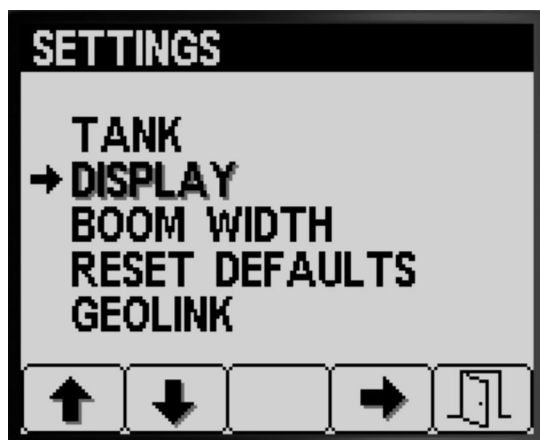

图 16
- 按 1 号或 2 号按钮可导航至显示选项图 16。
- 按 4 号按钮可选择 DISPLAY 显示子菜单图 16。